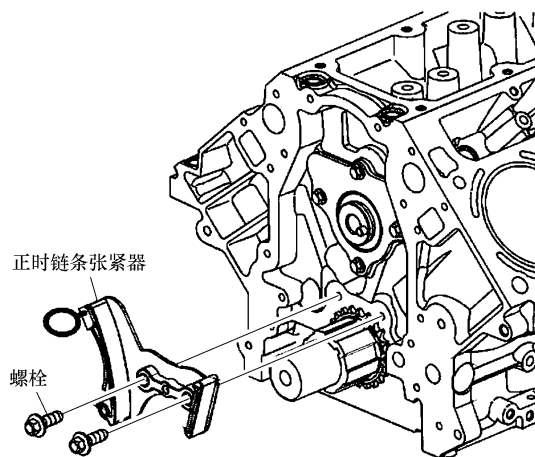

图 20-15 安装正时链条张紧器和螺栓
6) 安装正时链条张紧器和螺栓，如图 20-15 所示。将螺栓紧固至 $25\text{N} \cdot \text{m}$ 。